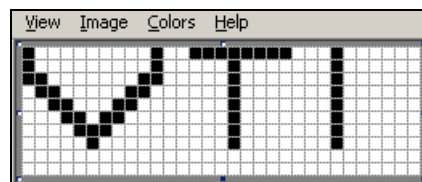

Abbildung 5-58: Logo, erzeugt mit Microsoft Paint
- 5 Erstellen Sie das Logo auf der Seite (siehe Abbildung 5-58).